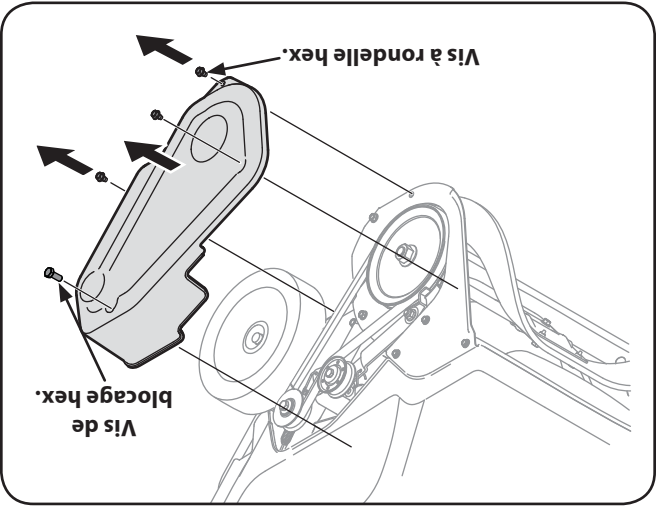

Figure 7-1
- 4. Retirez le couvre-courroie en enlevant les trois vis à rondelle hex. et la vis de blocage hex. qui la maintiennent sur le châssis. Voir la Fig. 7-1.